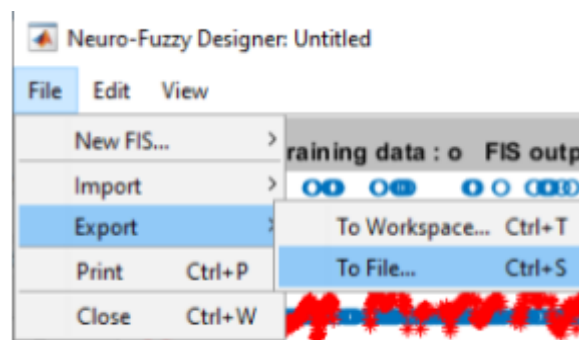

Figura 33. Exportar el controlador.
- Guardar el controlador. Una vez diseñado el controlador, es necesario guardarlo (File/Export/To File) como en la Figura 33, en nuestro caso con el nombre *ControlNBW.fis*.